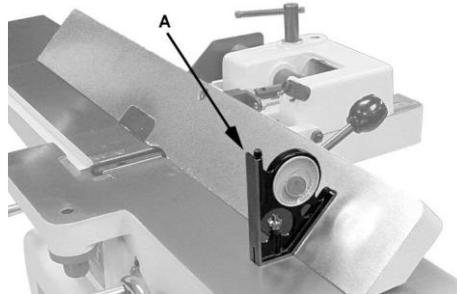

Рис. 27
2. Затяните фиксатор (A)
3. Поместите инструмент для измерения угла на стол и на упор, чтобы проверить правильность настройки угла 135° (A, рис. 27).
4. Чтобы отрегулировать положение, ослабьте стопорную гайку (F), поверните стопорный болт (E) до тех пор, пока угол не составит 135° .
5. Затяните стопорную гайку (F).